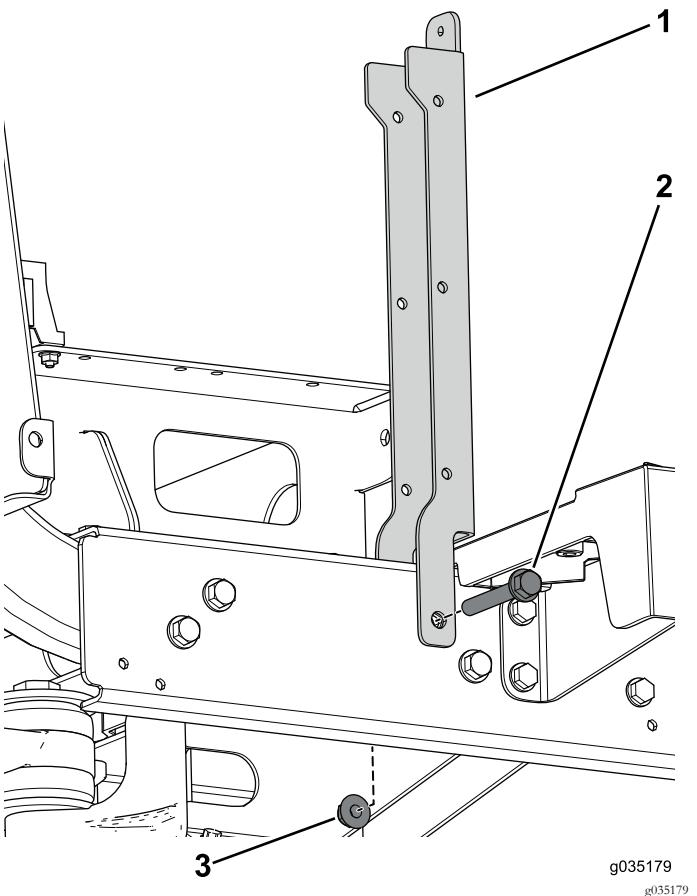

Figura 85
- Utilize o parafuso flangeado (3/8 x 2½ pol.) e porca flangeada para prender o suporte do banco (Figura 85).